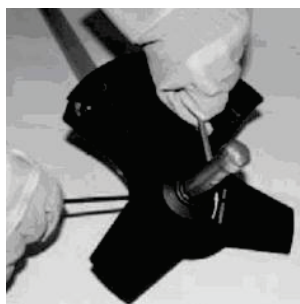

Рисунок 8
- Удерживая стопорный стержень одной рукой, надежно затяните гайку трубчатым ключом (из набора инструментов), поворачивая ее против часовой стрелки (со стороны выходного вала редуктора) (рисунок8).